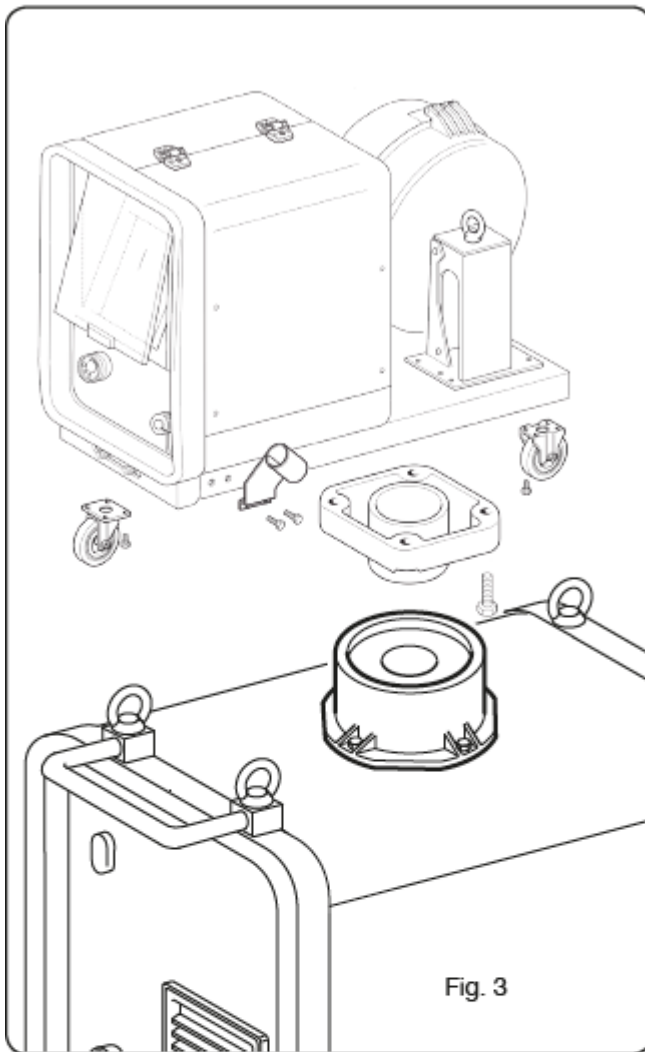

Fig. 3
- Для аппаратов с тележкой система вращения должна быть установлена как на роликах механизма подачи проволоки, так и на источнике электропитания. Маленькие колесики, предусмотренные вместе с винтами и опорой сварочной горелки, должны быть установлены на основании ролика механизма подачи проволоки, затем расположите ролик в нужном положении. (см. рисунок 3).